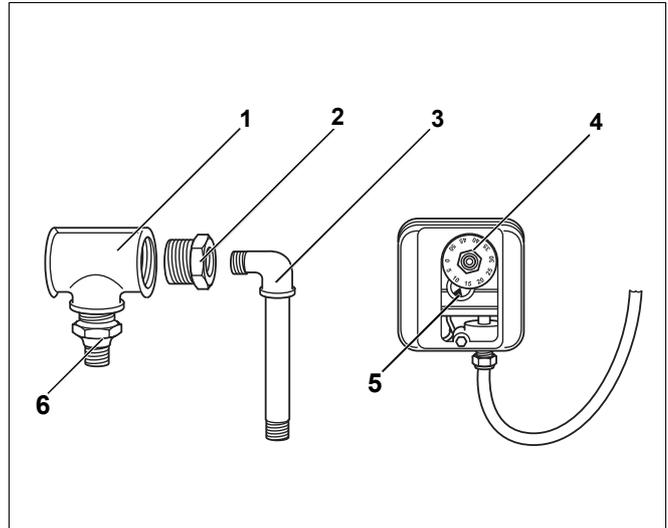

Рис. 1 Объем поставки
- Прибор контроля давления с присоединительным проводом (Рис. 1, поз. 4)
- Переходник для газопровода 1/2" (Рис. 1, поз. 2)
- Тройник (Рис. 1, поз. 1)
- Штуцер (Рис. 1, поз. 6)
- Звено трубопровода с уголком (Рис. 1, поз. 3)
#### Экспликация к рис. 1
- Проверить установку регулятора на контрольную метку (Рис. 1, **поз. 5**, на стр. 2).